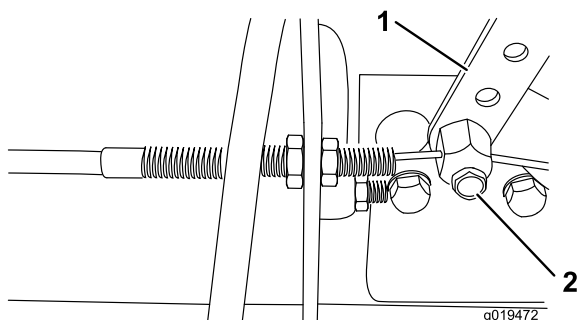

Figura 53
2. Allentate il connettore del cavo dell'acceleratore, sulla leva della pompa di iniezione (**Figura 53**).